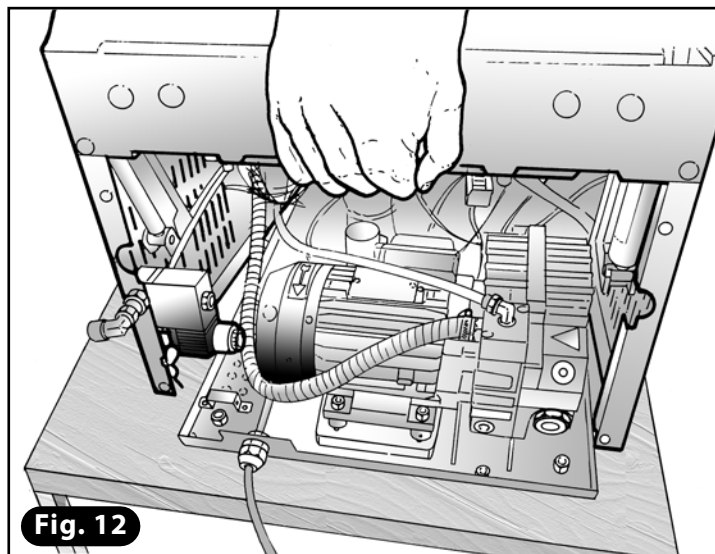

Fig. 12
- 18) Abaisser la carcasse sur la base en prenant soin de vérifier que la position soit correcte (**Fig. 12**).